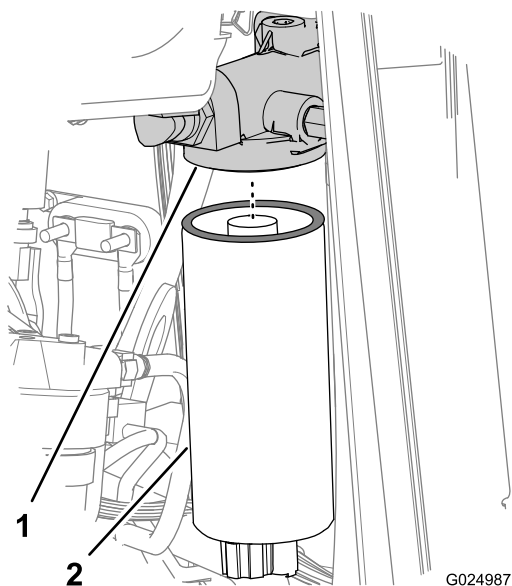
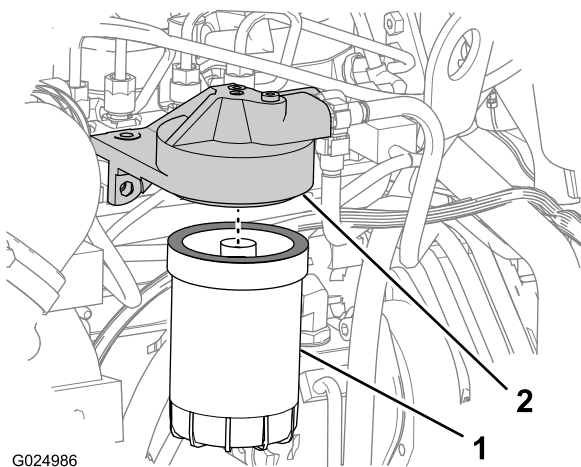

Рисунок 74
Рисунок 75
7. Ослабьте и снимите топливный фильтр грубой очистки (Рисунок 74).
- Ослабьте и снимите топливный фильтр тонкой очистки (Рисунок 75).
- Начисто протрите уплотнительные поверхности переходников фильтров грубой и тонкой очистки (Рисунок 74 и Рисунок 75).
- Установите фильтр грубой очистки на переходник фильтра и затяните фильтр, пока прокладка не войдет в контакт с поверхностью головки фильтра (Рисунок 74).
- Установите фильтр тонкой очистки на переходник фильтра и затяните фильтр, пока прокладка не войдет в контакт с поверхностью головки фильтра (Рисунок 75).